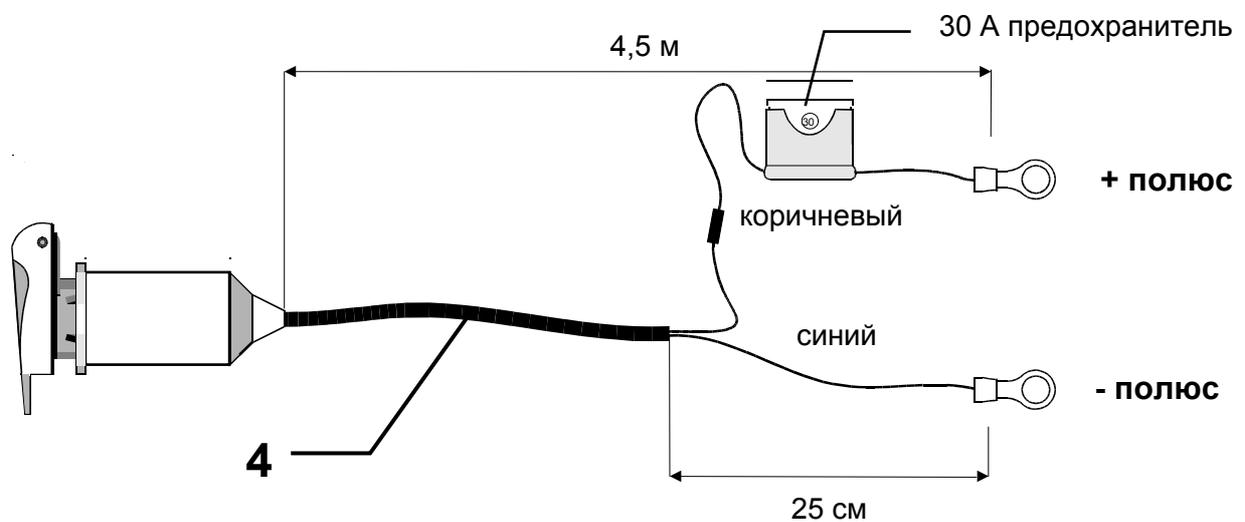

Рис. 3
У тракторов старых моделей, которые не оборудованы штепсельной розеткой в соответствии с новым стандартом DIN 9680, подсоединение электропитания необходимо выполнить кабелем аккумуляторной батареи (4) (рис.3), который следует подключить непосредственно к клеммам аккумуляторной батареи. Кабель аккумуляторной батареи не входит в стандартную комплектацию системы FMC и его следует заказывать отдельно. При применении кабеля аккумуляторной батареи, который имеет предохранитель на 30 А, будет обеспечено устойчивое электропитание системы управления Flowmate Control.